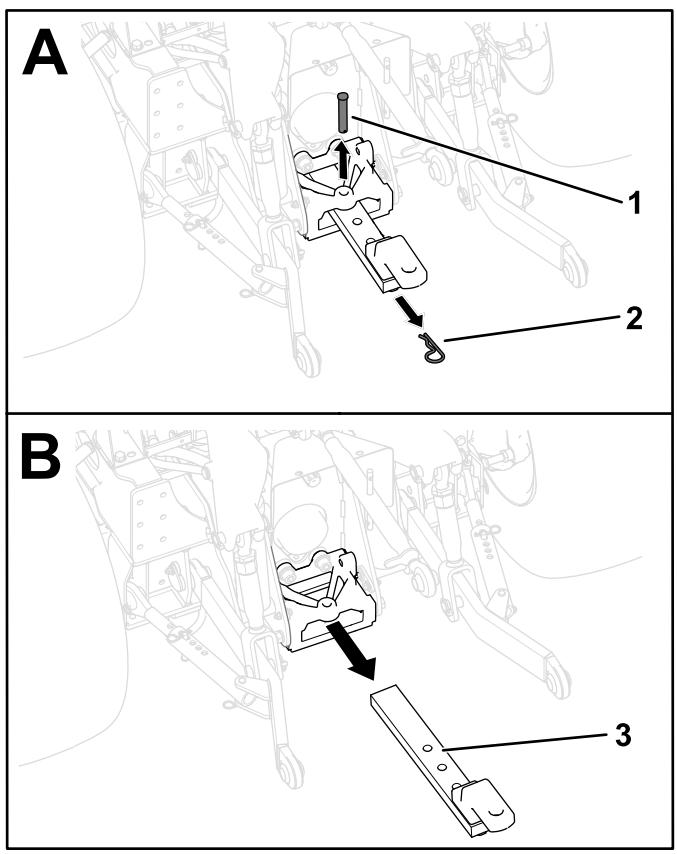

Figure 20
- Retirez la goupille fendue et l'axe de chape qui fixent la barre d'attelage à son support (Figure 20).
- Déposez la barre d'attelage du support (Figure 20).